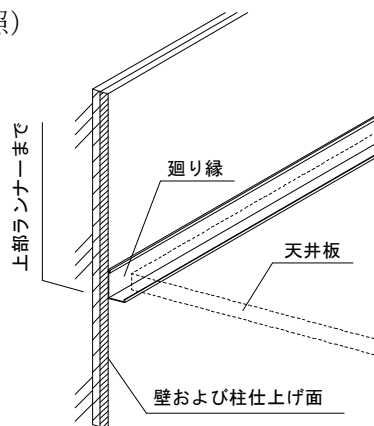

図2-2 壁面の仕上がり高さ
- ① 天井仕上げ面に対し、壁面および柱面が250~300mm程度上方まで仕上がっている事を確認する。(図2-2参照)